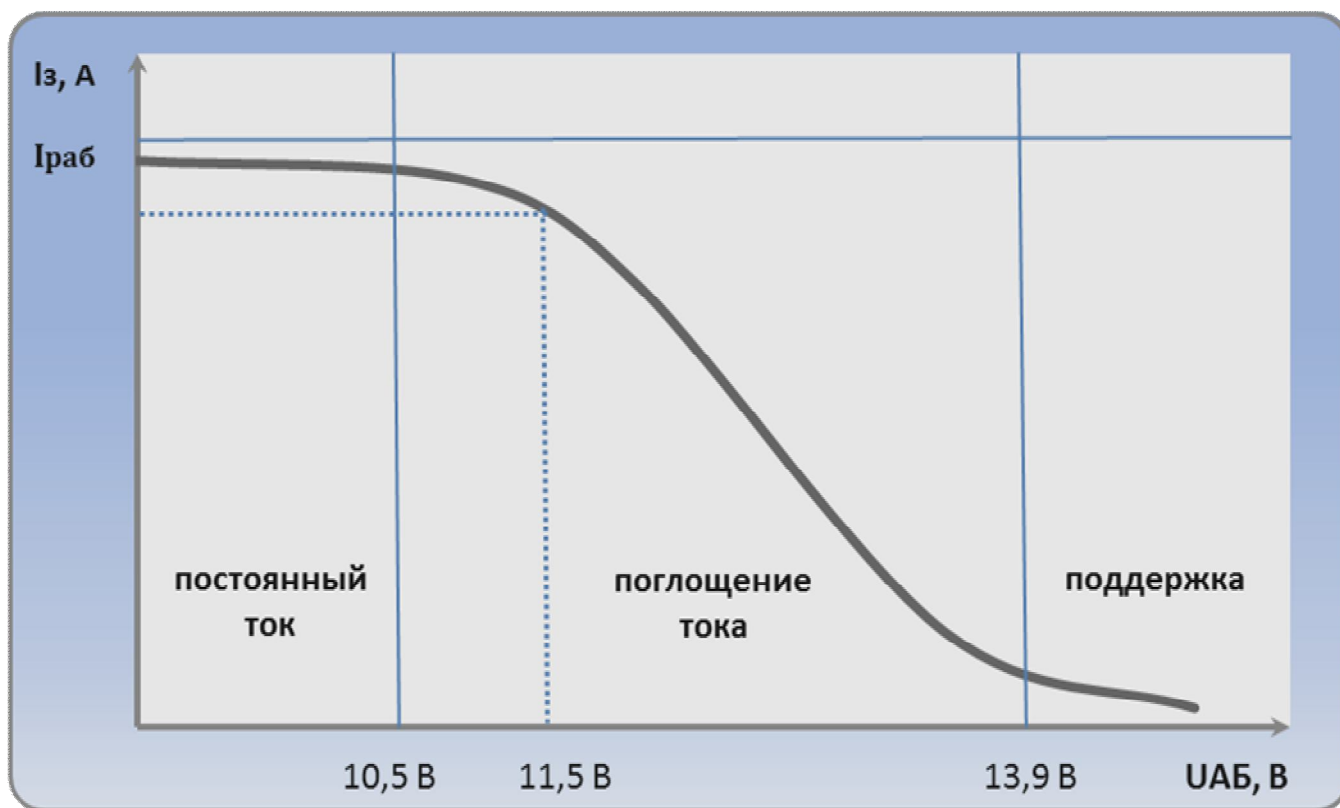

Рис.4. График работы зарядного устройства.
15.9. Примерный график заряда аккумуляторных батарей данным типом зарядного устройства приведен на рис. 4.